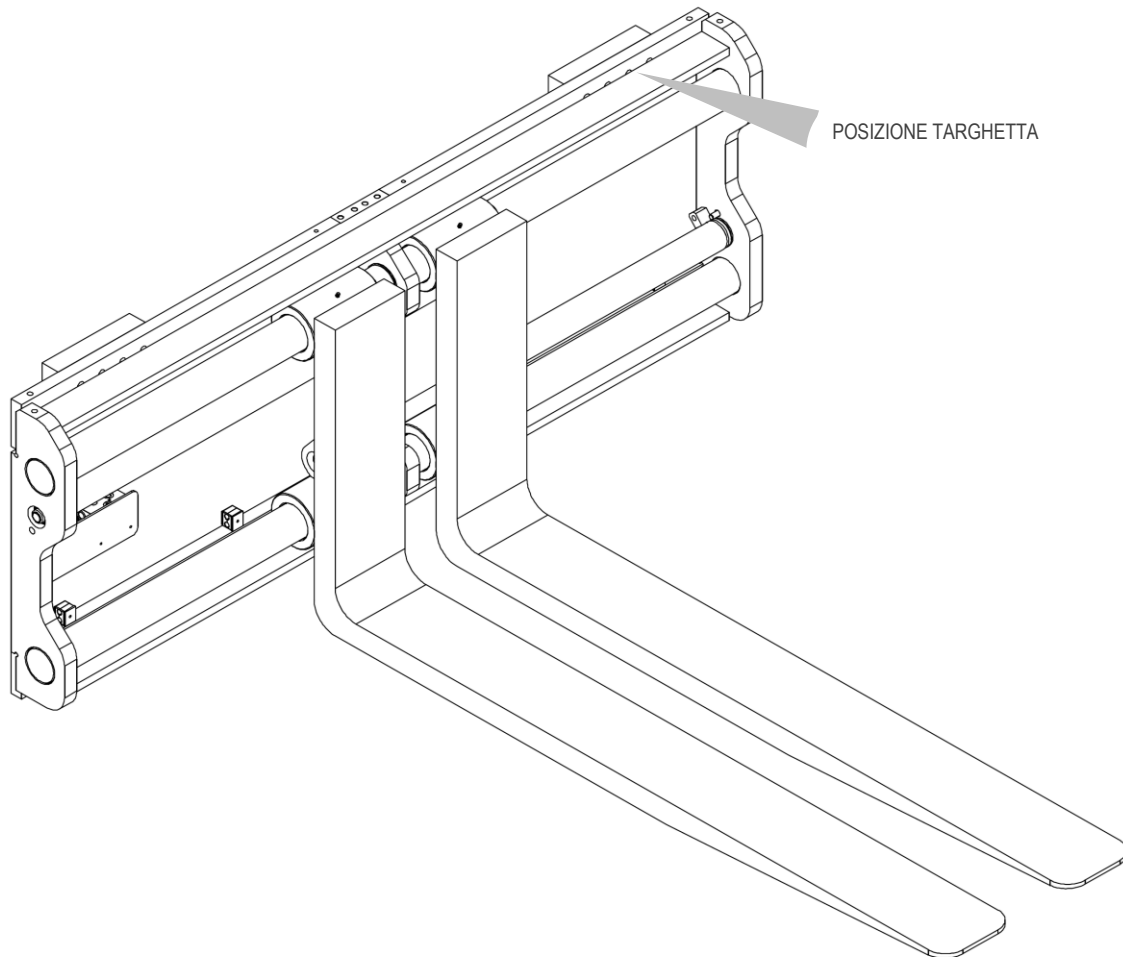

Figura 1
Tutte le attrezzature A.T.I.B. - REGISTRATORE FORCHE A DOPPIA BARRA TIPO 673 vengono identificate mediante targhetta adesiva (vedi *Tabella 1*) posizionata sull'attrezzatura (vedi *Figura 1*, la targhetta in tutte le tipologie è posizionata nella zona indicata in figura), fare sempre riferimento al numero di matricola.
A tale scopo dovranno essere utilizzate cinghie o catene opportunamente dimensionate al peso dell'attrezzatura indicato in targhetta (vedi *Figura 1* e la *Tabella 1* a pag.6).
11. Collegare il circuito idraulico, assicurandosi che la pressione di esercizio delle tubazioni sia superiore o uguale a quella indicata sulla targhetta di identificazione (vedi *Figura 1* e la *Tabella 1* a pag.6).